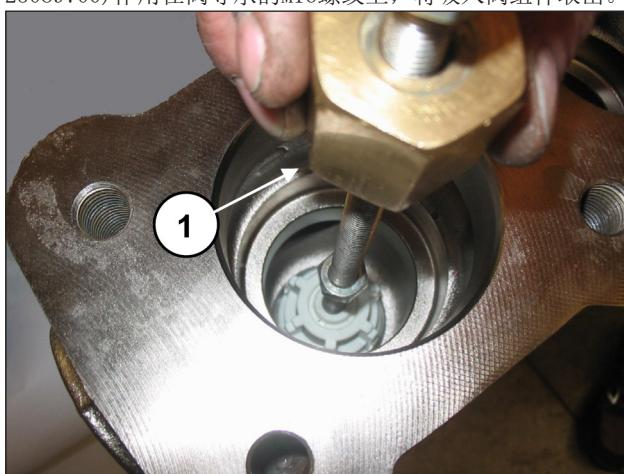

图 112
可将锤头式提取器(代码为 27516400)作用在阀导承的M10孔上(位置①, 图 112), 或用一个M10-M16适配器(代码 25089700)作用在阀导承的M16螺纹上, 将吸入阀组件取出。